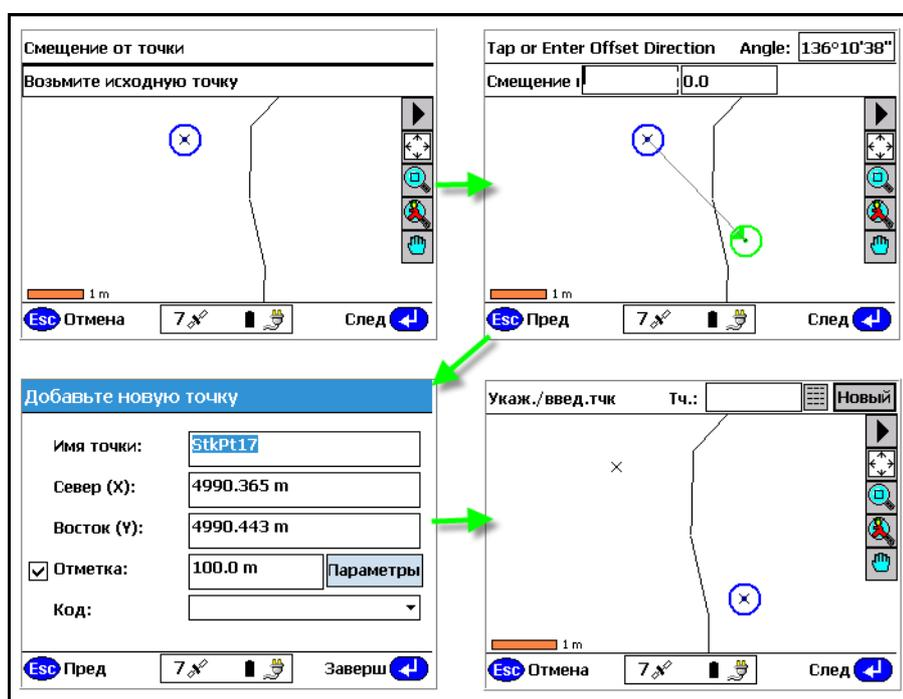

Рис. 1.8 Функция создания точки путем смещения от точки
- «*Введите координаты*» – данный параметр позволяет ввести имя точки, код точки, значения севера (X), востока (Y) и высоты (H) посредством простого диалогового окна ввода координат.
- «*Смещение от точки*» – использование данного параметра позволяет создать точку, смещенную в любом направлении по горизонтали и (или) по вертикали от существующей точки. Это отображается в последующих четырех окнах, см. Рис. 1.8. На примерах отобрано следующее.
- В окне «*Смещение от точки*» (которое отображается в верхней левой части Рис. 1.8) существующая точка названа «MH24» и имеет высоту «91.76». Нажмите точку, чтобы выбрать ее в качестве исходной точки и нажмите «*След*».
- Отображается окно «*Укажите или введите направление сдвига*» (показанное в верхней правой части Рис. 1.8). Или нажмите на экран, чтобы установить направление горизонтального смещения и расстояние или введите данные значения. В примере показан угол северного азимута 133°00'07", горизонтальное смещение на 3 фута (1 м) и вертикальное смещение на 50 футов (17 м). Нажмите «*След*».
- Отобразится окно «Добавьте новую точку» (показанное в нижнем левом углу Рис. 1.8). Новая точка была введена как OS_MH24. Ее координаты основаны на указанном направлении горизонтального смещения и расстоянии, но они при необходимости могут быть изменены. Показанная высота основана на предыдущем указанном вертикальном смещении в -0,5 фута от высоты MH24 равной 91,76. Нажмите «Заверш», чтобы принять эту вычисленную высоту, редактировать значение высоты или нажмите «Параметры» для извлечения высоты точки из поверхности проекта или из другой существующей точки.
- При нажатии «Заверш» результат отображается в окне (показан в нижнем правом углу Рис. 1.8).